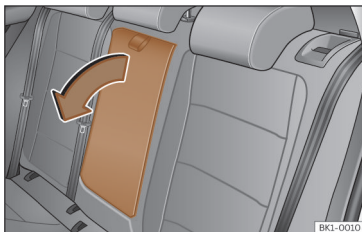

Abb. 92 Herausklappbare Mittelarmlehne hinten (schematische Darstellung).
- Zum *Ausklappen* der Armlehne, Zugschlaufe in Pfeilrichtung ziehen >>> (**Abb. 92**).